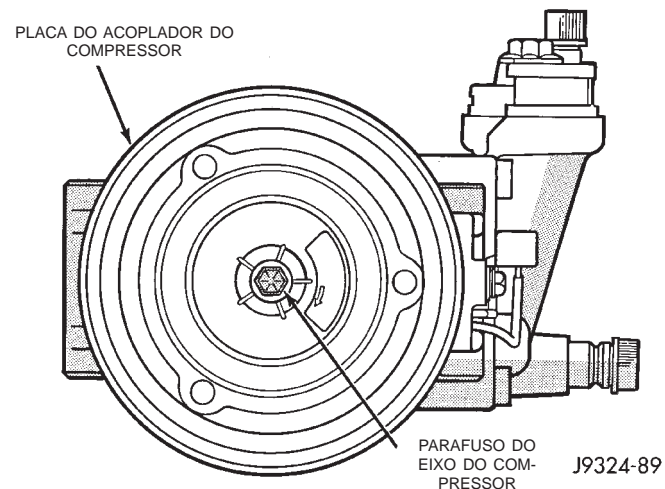

Fig. 5 Parafuso do Eixo do Compressor
(1) Desconecte e isole o cabo negativo da bateria.
(2) Remova o parafuso do eixo do compressor (Fig. 5). Uma chave de filtro de óleo do tipo banda pode ser utilizada para ajudar a prender o acoplador durante a remoção do parafuso.